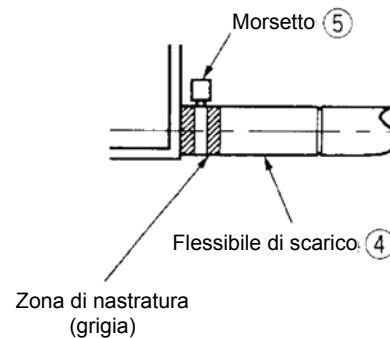

Fig.2
- Usare il flessibile di scarico fornito (4) ed il rispettivo morsetto (5).
- Inserire il flessibile di scarico a fondo nella presa dello scarico. Stringere il morsetto entro la distanza indicata dal nastro grigio fino a quando la testa della vite viene a trovarsi a meno di 4 mm dal flessibile (fare riferimento alle Figure 2, 3).